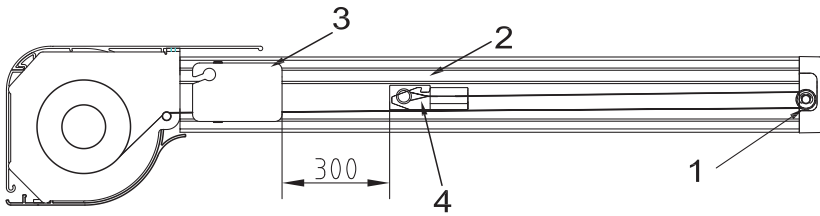

Abb. 9: Zugbänder einhängen
- » um die untere Umlenkrolle führen (1–Abb. 9)